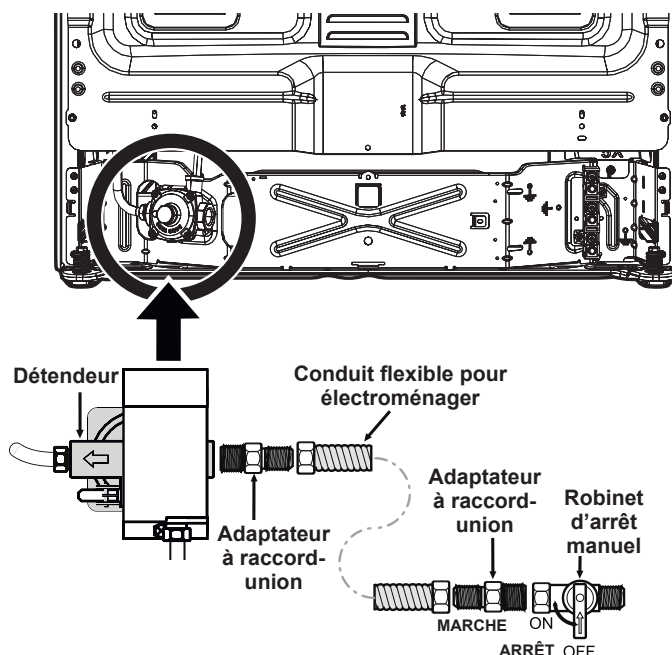

Fig. 8 - Branchement de l'alimentation
- Installez un robinet d'arrêt manuel externe sur la conduite d'alimentation en gaz dans un endroit accessible situé à l'extérieur de la cuisinière. Assurez-vous de connaître l'endroit où se trouve le robinet d'arrêt ainsi que la façon d'arrêter l'alimentation en gaz de la cuisinière (voir Fig. 8).
- Installez un adaptateur à raccord-union de 1,3 cm (1/2 po) sur le détendeur **sans serrer à plus de 15 pi/lb** (voir Fig. 8).
- d. Raccordez l'adaptateur de raccord-union au robinet d'arrêt manuel externe (voir Fig. 8).
e. Fixez la conduite de l'appareil à l'adaptateur de raccord-union raccordé au robinet d'arrêt (voir Fig. 8).